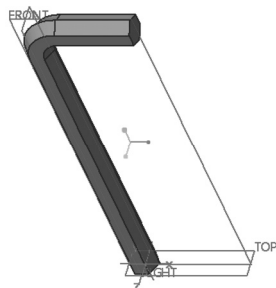

图 4-138 创建六角扳手机具
- (10) 上机练习:创建图 4-138 所示的实体模型,具体尺寸可自行选定。